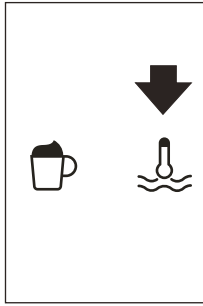

Fig. 27
- Pulse el icono ☉ (B13) (Fig. 27).